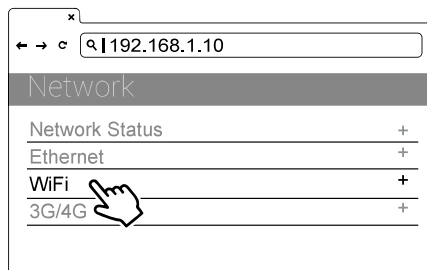

Figure 34. Sélection du réseau
- 1) Sélectionner le module Wi-Fi. Voir la figure 34.